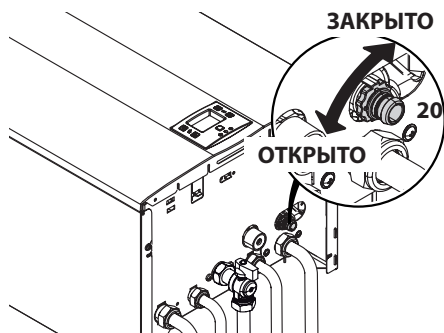

Рис. 9.4
- Ослабьте кран опорожнения котла 20 (Рис. 9.4).